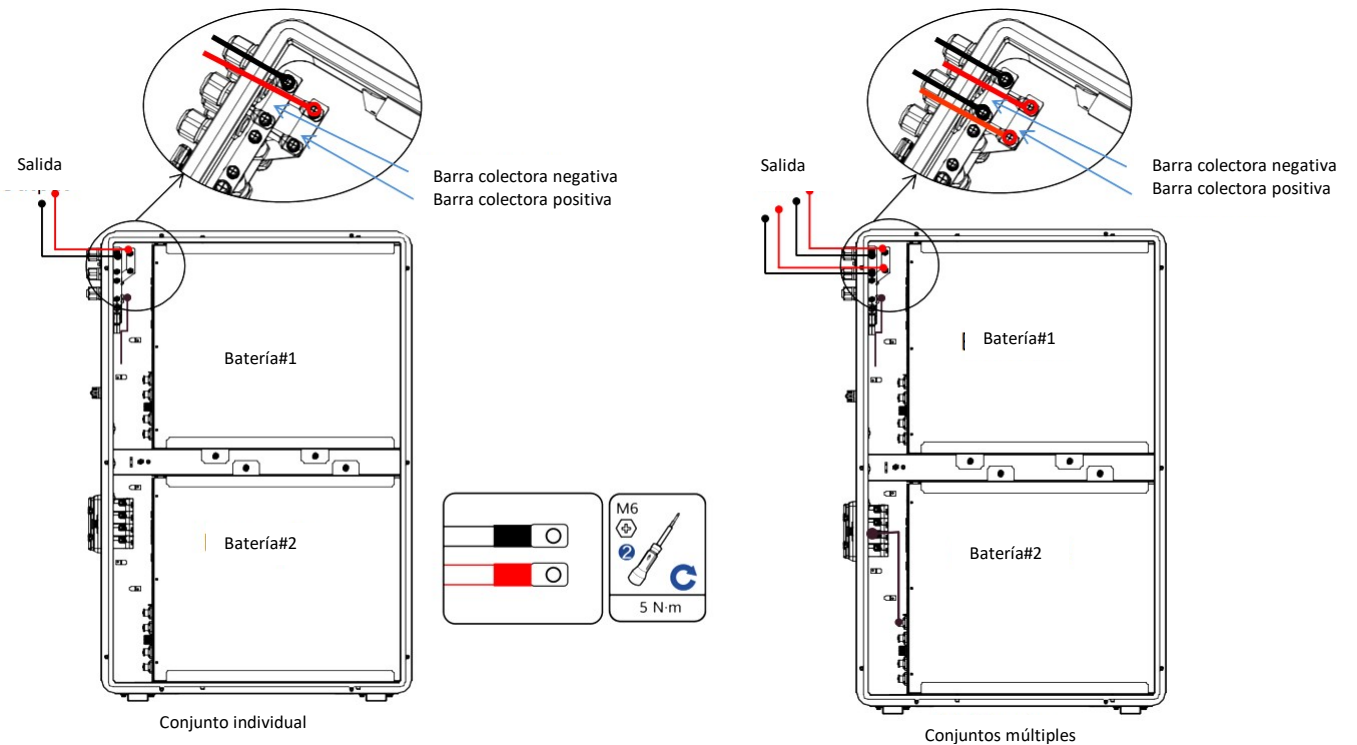

Fig. 5.3.4 Diagrama de cableado del cable de alimentación de salida de CC
3. Si el cable de alimentación está conectado según la fig. 5.1.1, inserta el cable de alimentación en el PG 19 correspondiente y, a continuación, fija el terminal del cable de alimentación según la fig. 5.3.4.